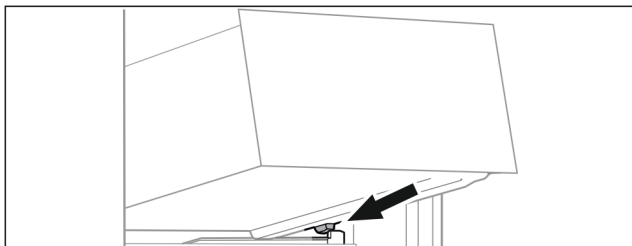

Fig. 70
- Sätt utdragslåda i vinkel på behållarens galler bakom de bakre stoppklackarna. (se Fig. 70)